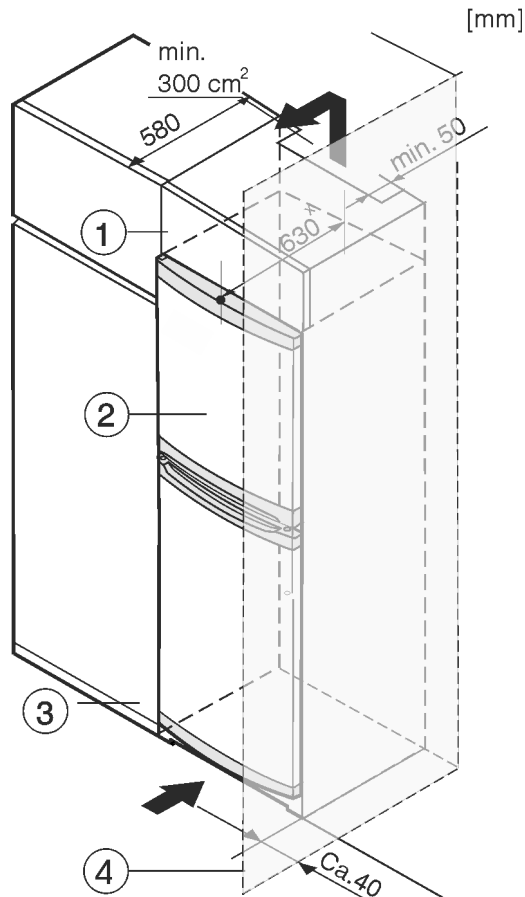

Fig. 8
(1) Viseći ormar
(2) Uređaj
(3) Kuhinjski ormar
(4) Zid
Uređaj se može adaptirati za ugradnju u kuhinjske ormare. Kako biste uređaj Fig. 8 (2) prilagodili visini kuhinjskog namještaja, iznad uređaja možete postaviti viseći ormar Fig. 8 (1).
Kod adaptacije s kuhinjskim ormarima (dubina maks. 580 mm) uređaj se može postaviti izravno uz kuhinjski ormar *Fig. 8 (3)*. Uređaj stoji bočno 34 mm x i u sredini uređaja 50 mm x nasuprot pročelju kuhinjskog ormara.
Kada se uređaj postavlja s okovima pored zida *Fig. 8 (4)*, razmak između uređaja i zida mora iznositi najmanje 40 mm. To odgovara stajanju ručice kod otvorenih vrata.